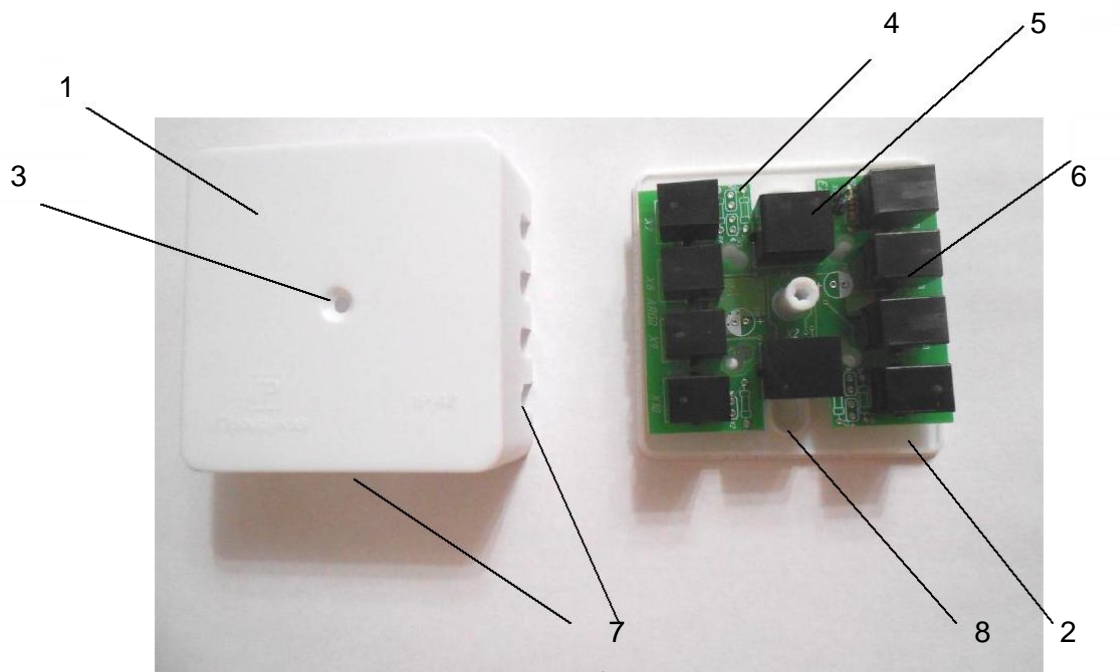

Рисунок 6 – конструкция разветвителя
- в пластине (на стене), на которой предполагается установка разветвителя, подготовьте два отверстия, см. рисунок 6;
- снимите верхнюю крышку разветвителя, извлеките плату -4, см. рисунок 6;